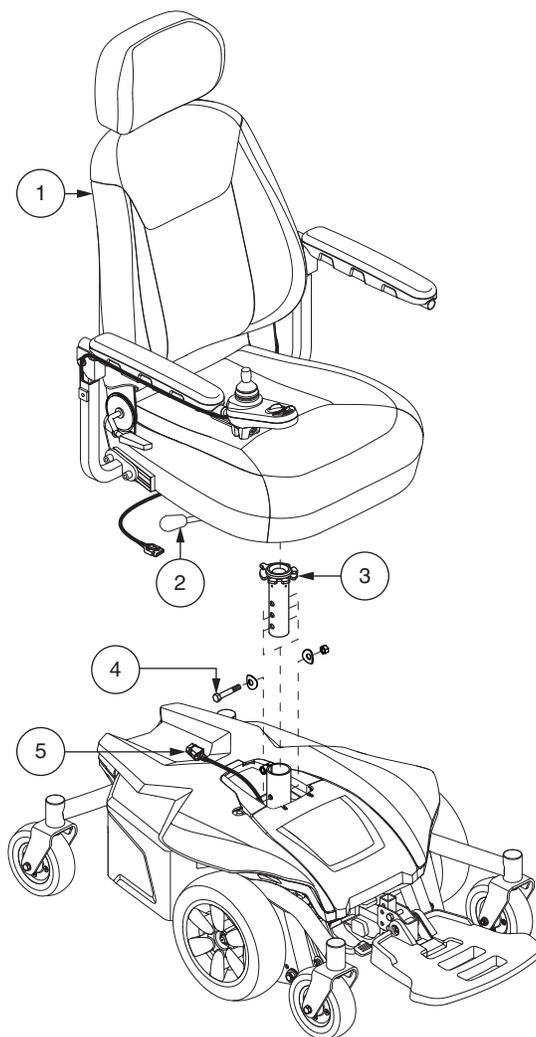

Figura 10. Ajuste de la altura del asiento
3. Desconecte el regulador de la base eléctrica. Ver figura 10.
4. Mueva hacia abajo la lengüeta de seguridad. Ver figura 10.
6. Afloje el equipo por detrás de la torre del asiento. Ver figura 10.
7. Quite el perno de ajuste de altura, las arandelas y tuercas de la torre del asiento. Ver figura 10.
Si su silla eléctrica está equipada con un asiento reclinable, utilice la palanca reguladora para ajustar el ángulo del respaldo. Ver figura 10.